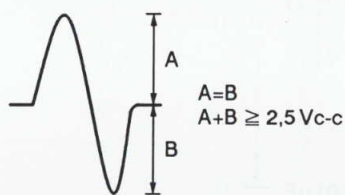

Figure 8
3. Tout en regardant l'écran de l'oscilloscope, appuyer sur la touche PROGRAM et observer la forme d'onde de la Figure 8, pendant quelques instants. Vérifier que l'amplitude atteint au moins $2,5 V_{c-c}$ et que les amplitudes positive et négative soient égales. Comme la forme ne sort que pour un moment, quand la touche PROGRAM est enclenchée, appuyer sur à plusieurs reprises sur cette touche, jusqu'à ce que la forme d'onde ait été vérifiée.